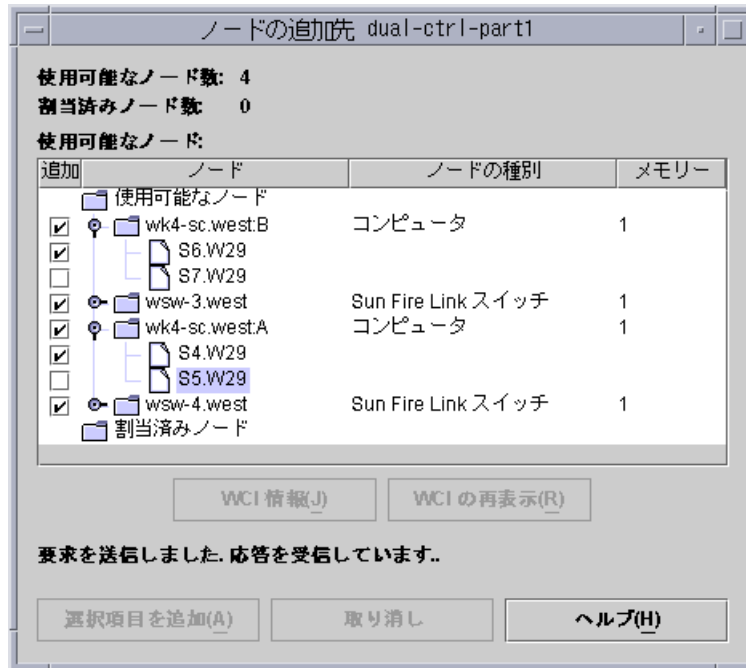

図 6-10 デュアルコントローラパーティションの、ノードとスイッチを選択した状態の「ノードの追加先」ダイアログ (Sun Fire 6800 システム)
5. ノードの場合は、パーティションに追加する Sun Fire Link アセンブリの左側のボックスをクリックします (図 6-10 を参照)。